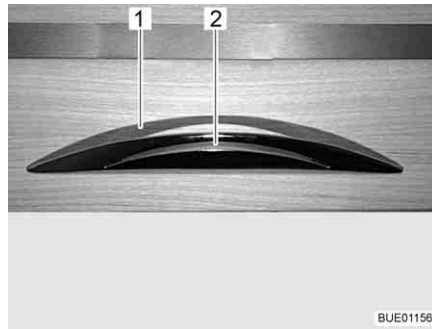

Fig. 58 Trampilla de mueble con tirador de desbloqueo
- Presionar el tirador de desbloqueo (Fig. 58,2) y mantenerlo presionado.
- Tirar del tirador de desbloqueo (Fig. 58,1) hasta que la trampilla de mueble esté abierta.